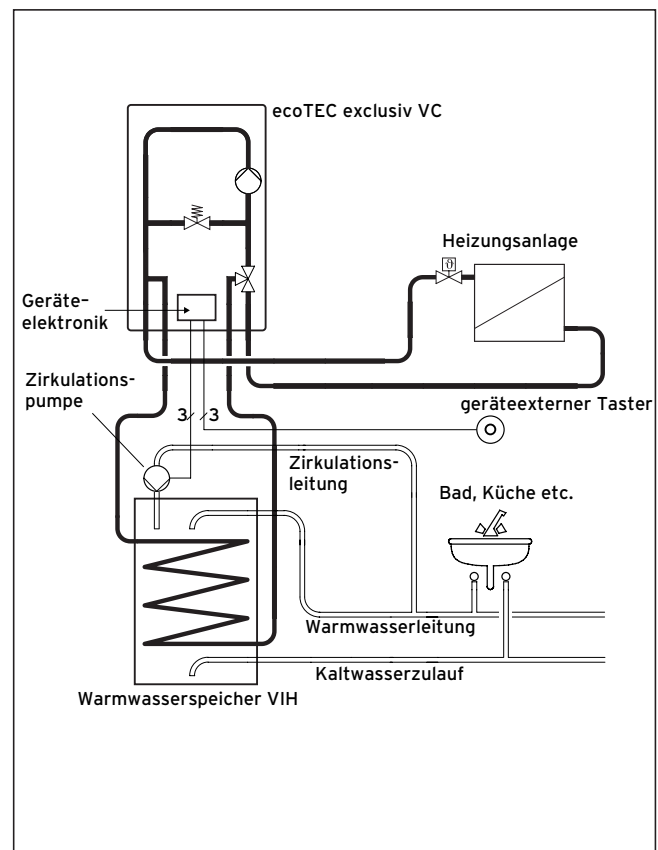
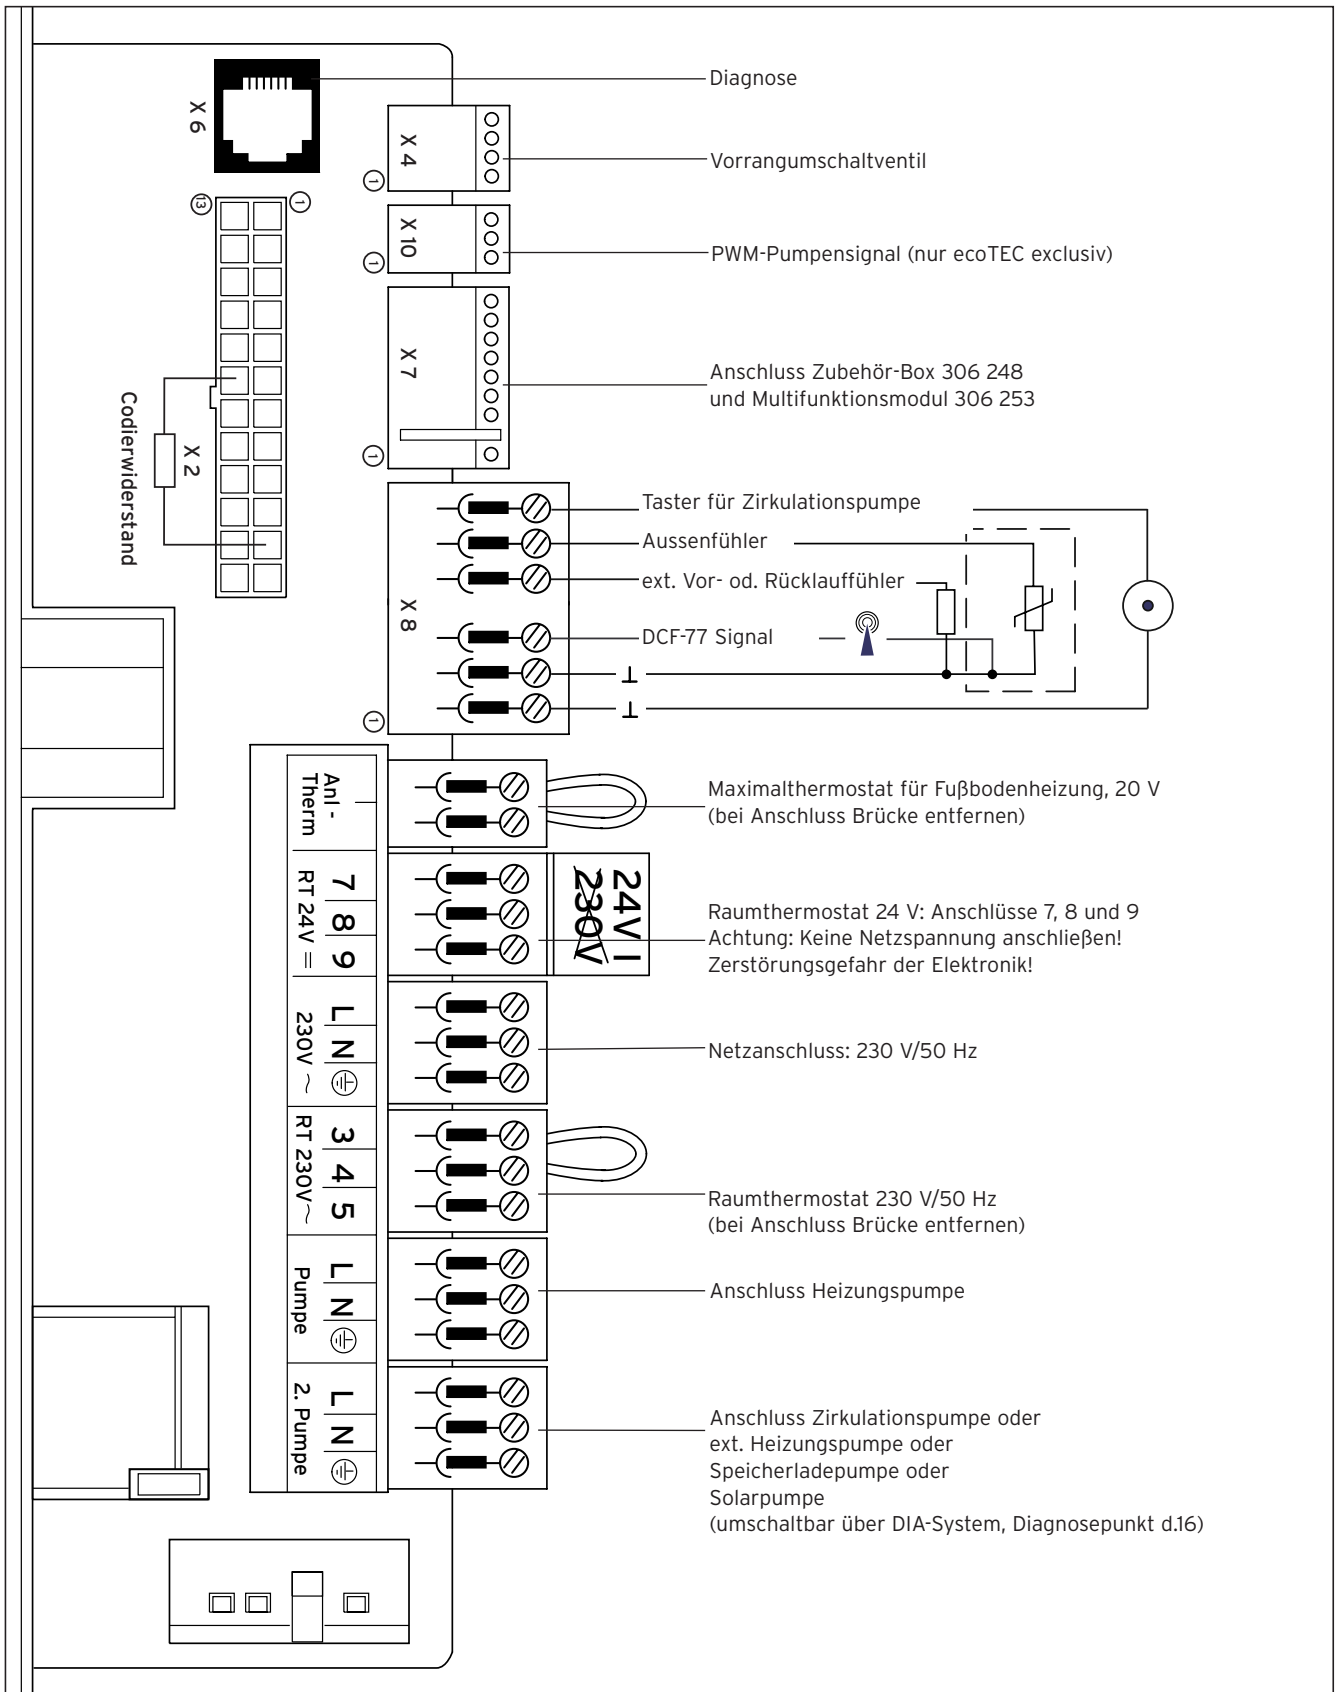

Abb. 4.10 Bedarfsabhängige Ansteuerung einer Zirkulationspumpe
Abb. 4.11 Anschlussplan ecoTEC exklusiv VC
- Schliessen Sie die Anschlusskabel entsprechend Tab. 4.3 und Abb. 4.11/4.12 an die entsprechenden ProE-Stecker bzw. Steckplätze der Elektronik an.
- Schließen Sie die Anschlusskabel entsprechend Tab. 4.3 und Abb. 4.11/4.12 an die ProE-Stecker bzw. Steckplätze der Elektronik an.
Die Elektronik des ecoTEC exclusiv bietet die Möglichkeit, die Zirkulationspumpe eines Warmwasserspeichers bedarfsgerecht (ähnlich wie ein Treppenlichtautomat) anzusteuern (s. Abb. 4.10). Die Ansteuerung erfolgt über einen bauseits zu stellenden, geräteexternen Taster, der an einer beliebigen Stelle in der Wohnung, z. B. Bad oder Küche) installiert sein kann. Der Taster wird an Klemmen X8/1 und X8/6 der Elektronik des ecoTEC exclusiv angeschlossen (s. Abb. 4.11). Bei Betätigung des Tasters wird die Zirkulationspumpe in Betrieb genommen. Nach 5 Minuten wird die Pumpe wieder abgeschaltet. Es können mehrere Taster parallel geschaltet werden. Unabhängig von der externen Ansteuerung der Zirkulationspumpe ist die Funktion „Ansteuerung durch programmierbare Zeitfenster“ durch einen Regler weiterhin möglich.
- Schliessen Sie die Solarpumpe entsprechend Abb. 4.11 an den entsprechenden ProE-Stecker bzw. der Elektronik an.